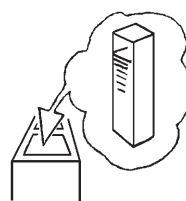

図1
(図1)
1. 検水25mLにLR-NO2 No.18 R-1を加えて攪拌する。(図1)